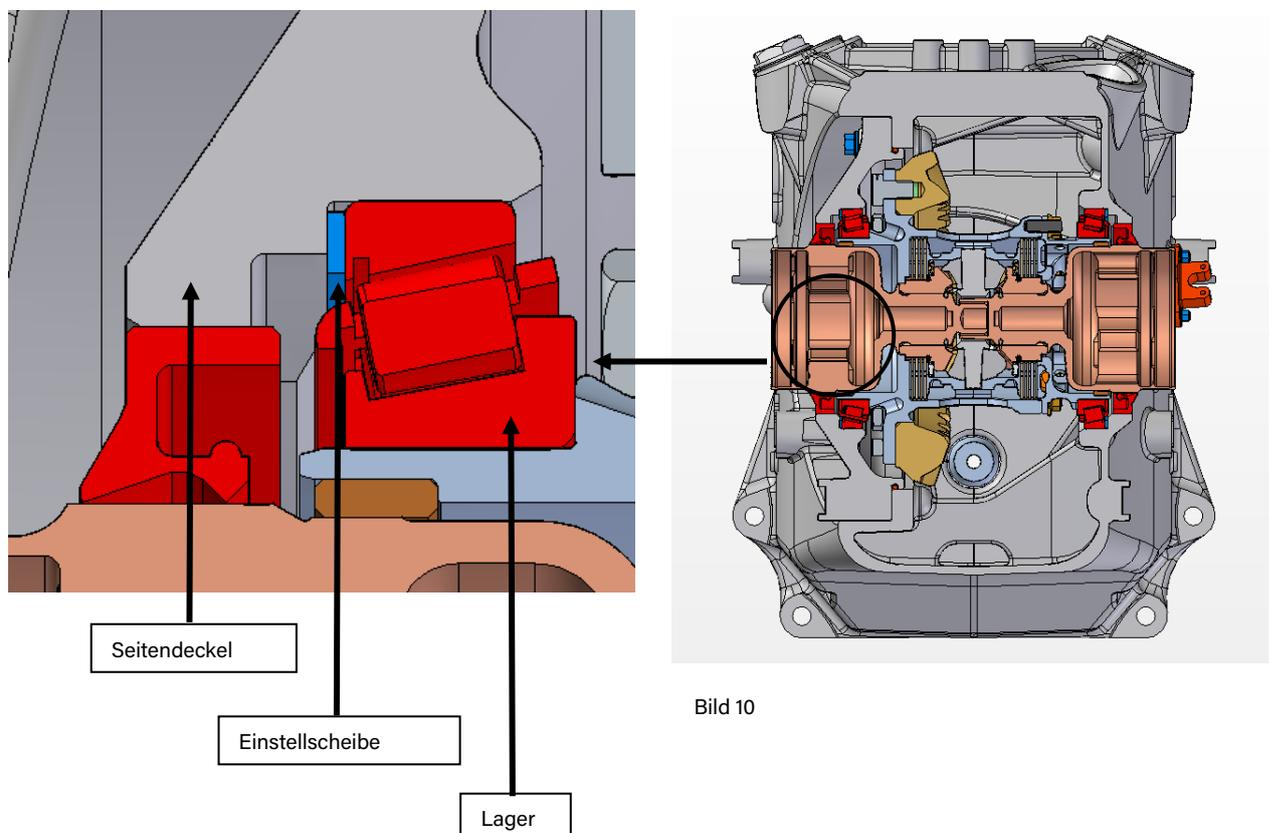

Bild 10
- Die Lagerinnenringe (Pos.:7, Kapitel 5.22) am Differentialgehäuse (Pos.:1) und am Differentialdeckel (Pos.: 2) montieren. Für die richtige Einbaulage siehe Bild 10 (Seite 40).